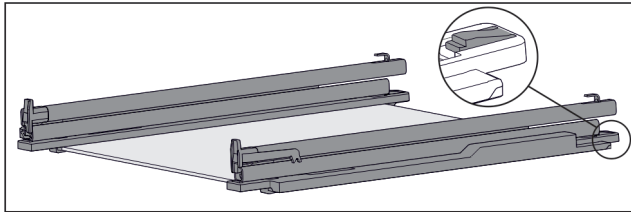

Fig. 120 Sklenená doska s kolajničkami a prídržnými dielmi
- Potlačte prídržný diel vzadu nadol (pozri Fig. 120) a súčasne posuňte kolajničku dozadu.